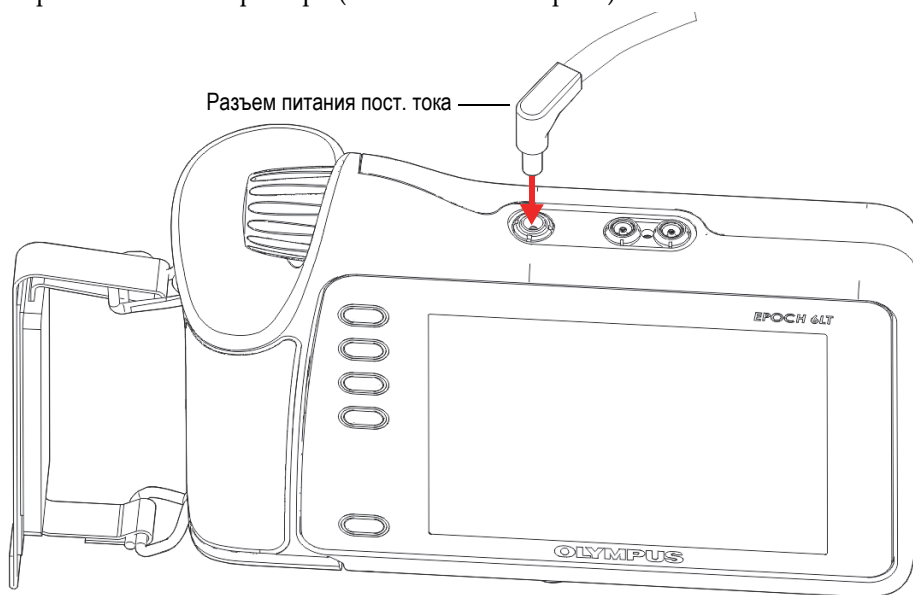

Рис. 3-1 Зарядное устройство/адаптер перемен. тока
1. Подключите разъем питания постоянного тока к разъему для адаптера перемен. тока на приборе (см. Рис. 3-1 на стр. 42).